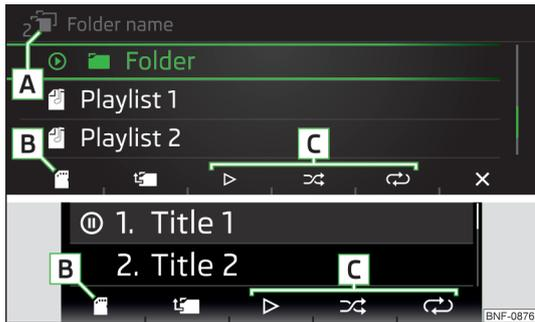

Abb. 101
Ordner-/Titelliste » Abb. 101
- › Zur **Auswahl der Audioquelle in der Ordner-/Titelliste** die Funktionstaste **(↻)** wiederholt drücken, bis im Display auf der Position **[B]** » Abb. 101 auf Seite 87 **(↻)** angezeigt wird.